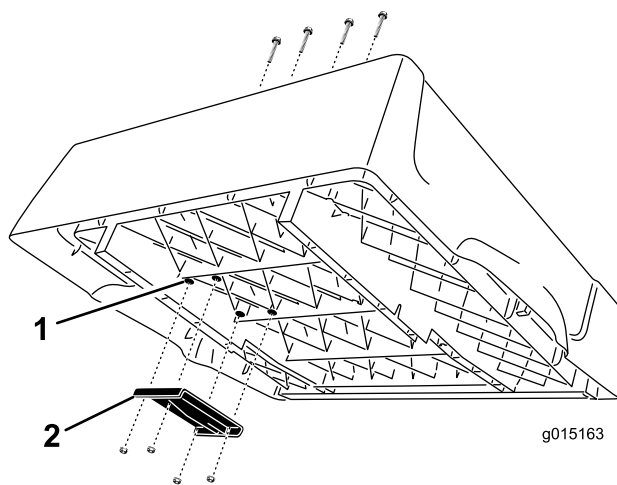

Figura 4
1. Individuate le 4 borchie sul lato destro del sottoscocca (Figura 4). Utilizzando un trapano con una punta da 10 mm, trapanate con cautela le borchie per fare quattro fori attraverso il fondo del cassone.
2. Montate la staffa di sollevamento superiore nel sottococca con 4 viti Phillips a testa piatta (3/8 x 2-1/2 poll.) e i dadi di bloccaggio flangiati (Whiz lock) (3/8 pollice). Collocate la staffa come illustrato in Figura 4.